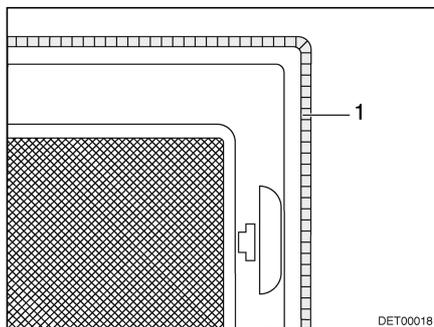

Bild 33 Zwangslüftung
**Zwangslüftung** Je nach Ausstattung ist die Dachhaube mit einer Zwangslüftung (Bild 33,1) ausgestattet. Dachhauben mit Zwangslüftung sind im Wohnbereich und im Toilettenraum eingebaut.